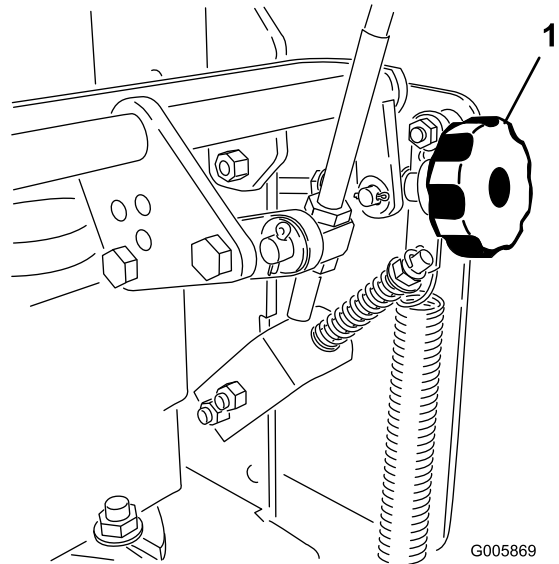

Figura 55
4. Si la unidad se desvía hacia un lado, gire el mando de ajuste de la dirección. Gire el mando a la derecha para dirigir la máquina hacia la derecha, y a la izquierda para dirigir la máquina hacia la izquierda (Figura 55).